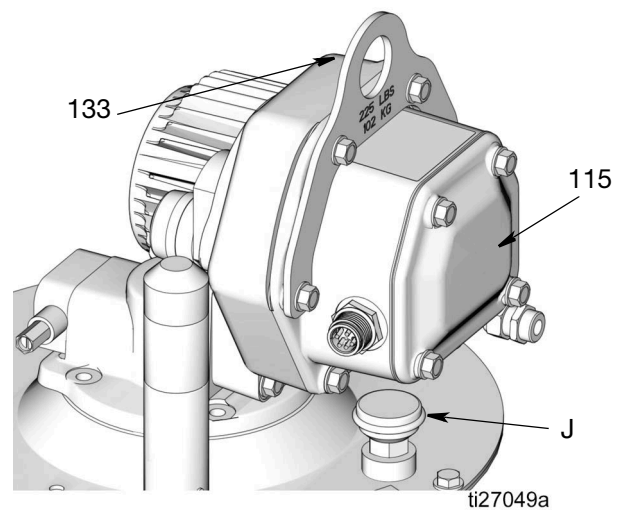

図 9
**注:** ポンプをリザーバに正しく取り付けると、図 9 に示すように、ブリーザー (J) が制御ボックス (115) の下になるはずですが。